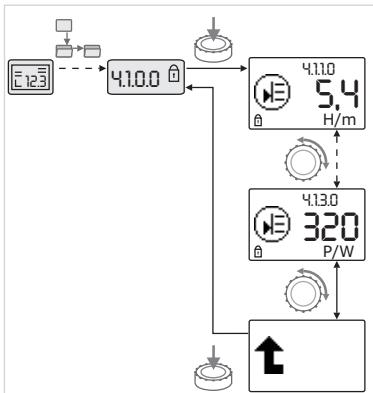

Fig. 44: Informationen abrufen
- Durch Drehen des roten Knopfs Menüelemente des Typs „Information“ des aktuellen Untermenüs ansteuern (siehe Fig. 44). Erläuterung der durch Symbole repräsentierten Einstellungen siehe Tabelle in Kapitel 8.7 „Referenz Menüelemente“ auf Seite 36.